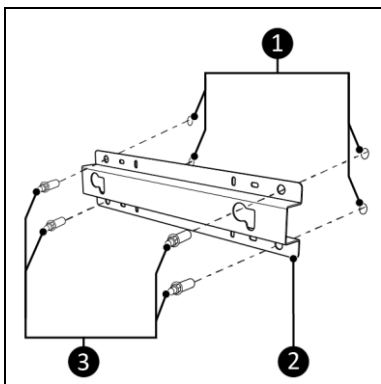

Figura 12
4. Așezați suportul de perete și marcați cele patru găuri (Figura 12, poz. 1). Asigurați-vă că plasați suportul în poziție verticală (consultați eticheta „Această parte în sus” de pe suport).
5. Faceți patru găuri de 10 mm în punctele marcate (Figura 12, poz. 1).
7. Strângeți suportul (Figura 12, poz. 2) pe perete cu cele patru piulițe (Figura 12, poz. 3).